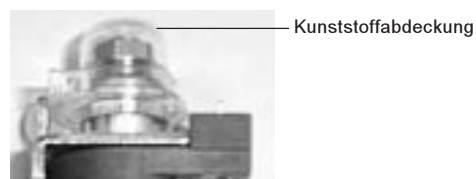

Bild 1
1. Kunststoffabdeckung der Modulationsspule entfernen (Bild 1). Stecker Modulationsspule abziehen. Zündeinheit bleibt auf dem Gaskombiventil.